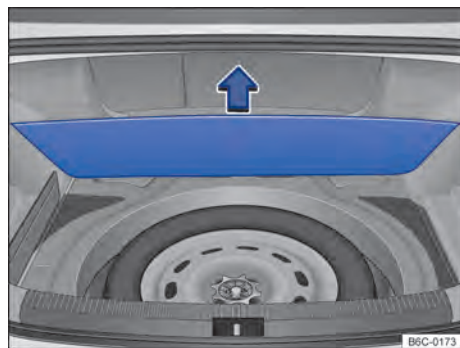

Fig. 134 No compartimento de bagagem, sob o revestimento de assoalho: roda de emergência e ferramentas de bordo.
As ferramentas de bordo e a roda de emergência estão localizadas no compartimento de bagagem, sob o revestimento do assoalho → Fig. 134.
- Levantar o revestimento do compartimento de bagagem → Fig. 134.